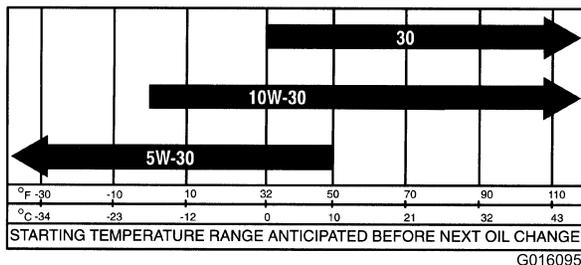

Рисунок 45
**Вязкость моторного масла:** 10W-30; выберите вязкость моторного масла в соответствии с температурой окружающей среды по таблице в Рисунок 45.